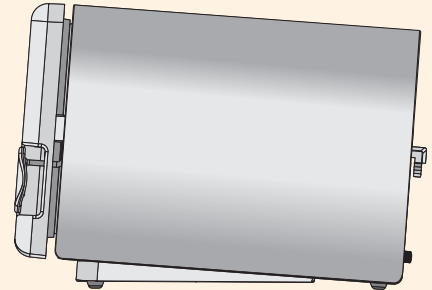

Fig. 17
- 5► **FECHO** - Localizado na parte frontal da autoclave (Figs.4 e 5), é utilizado para abrir, fechar e travar a porta da autoclave (conjunto painel/tampa). Para verificar a posição correta do fechamento consulte a Figs.17 e 18 (Pág.12).
- Abasteça a autoclave com os materiais a serem esterilizados, tomando cuidado para não encostá-los nos orifícios das saídas internas de vapor, pois isso ocasionará interferência no ciclo. Consulte "Recomendações para o Melhor Acondicionamento do Material na Autoclave" (Pág. 20, item 6.4). Não sobrecarregue a autoclave.
- Feche a porta da autoclave pressionando-a contra a câmara (cuba) e mova o fecho para a direita e para baixo até o final do curso (o fecho deverá estar completamente nivelado com o painel, Figs.17 e 18). Para a abertura da autoclave repita o mesmo procedimento de modo inverso.